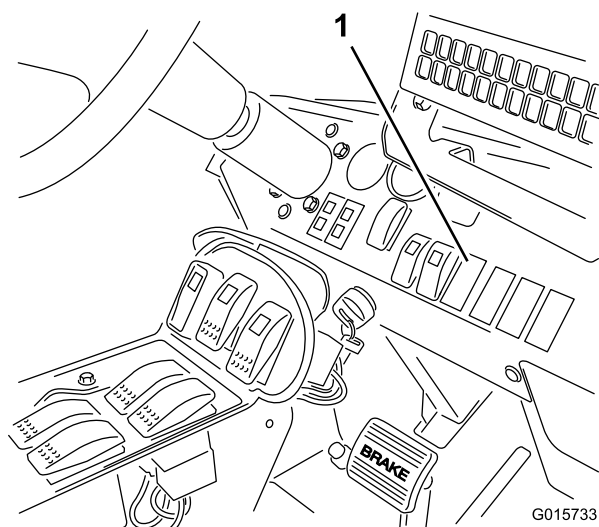

Рисунок 21
2. Снимите штепсель с выключателем на приборной панели в месте, показанном на Рисунок 21.